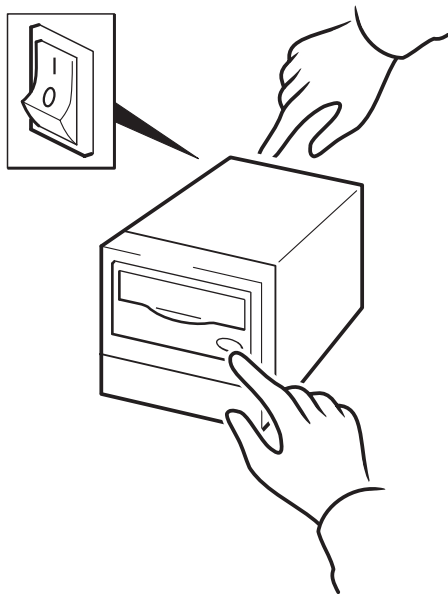

图 10b: 使用 HP OBDR, 第 2 步
- 2 按住 Eject（弹出）按钮。持续按着 Eject（弹出）按钮，打开磁带机电源（如图 10b 所示）。这会激活 HP 单按钮灾难恢复过程。当 Tape（磁带）灯和 Clean（清洁）灯交替闪烁时，立即释放按钮。